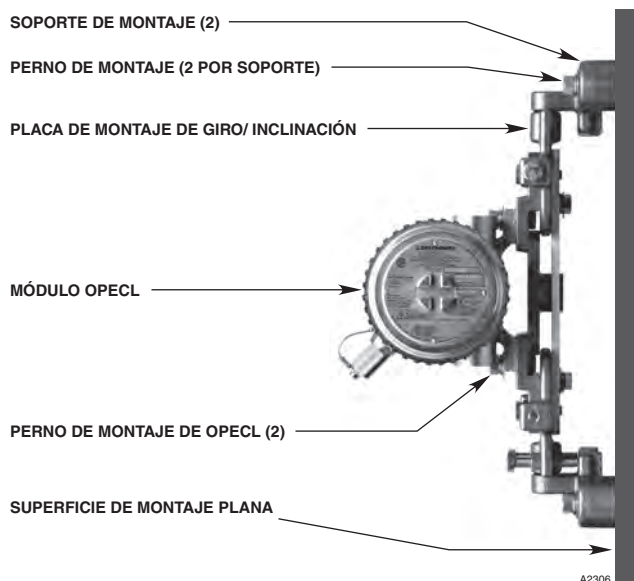

Figura 6: Detector de gas OPECL colocado en una superficie plana
- Para el montaje en superficies planas, consulte la figura 6.